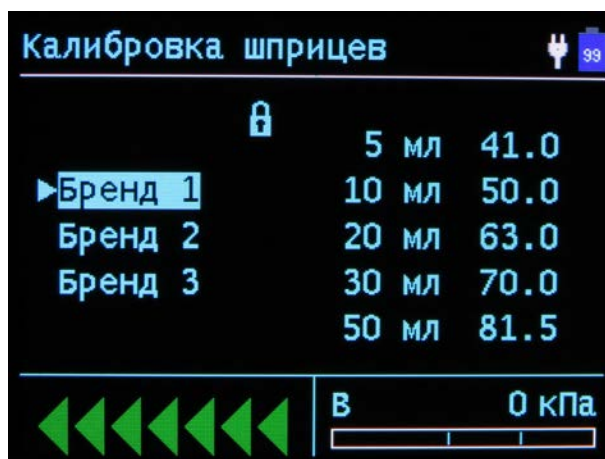

Рисунок 8. Выбор производителей шприца
В дозаторе возможно настроить использование шприцев трех различных производителей с условными обозначениями Бренд 1, Бренд 2 и Бренд 3 (рисунок 8).
- с помощью кнопок навигации по меню («▲» и «▼»), перемещая курсор (символ на экране дисплея «▶») по списку условных производителей, выбрать строку соответствующего производителя шприца, который планируется использовать в данный момент, (рисунок 8) и нажать кнопку
- с помощью кнопок навигации по меню («▲» и «▼»), перемещая курсор (символ на экране дисплея «▶»), выбрать строку изменяемого объема шприца. Параметры длины шкалы сейчас находятся в заблокированном состоянии и их невозможно изменить. На экране дисплея индицируется символ «🔒» (рисунок 8);